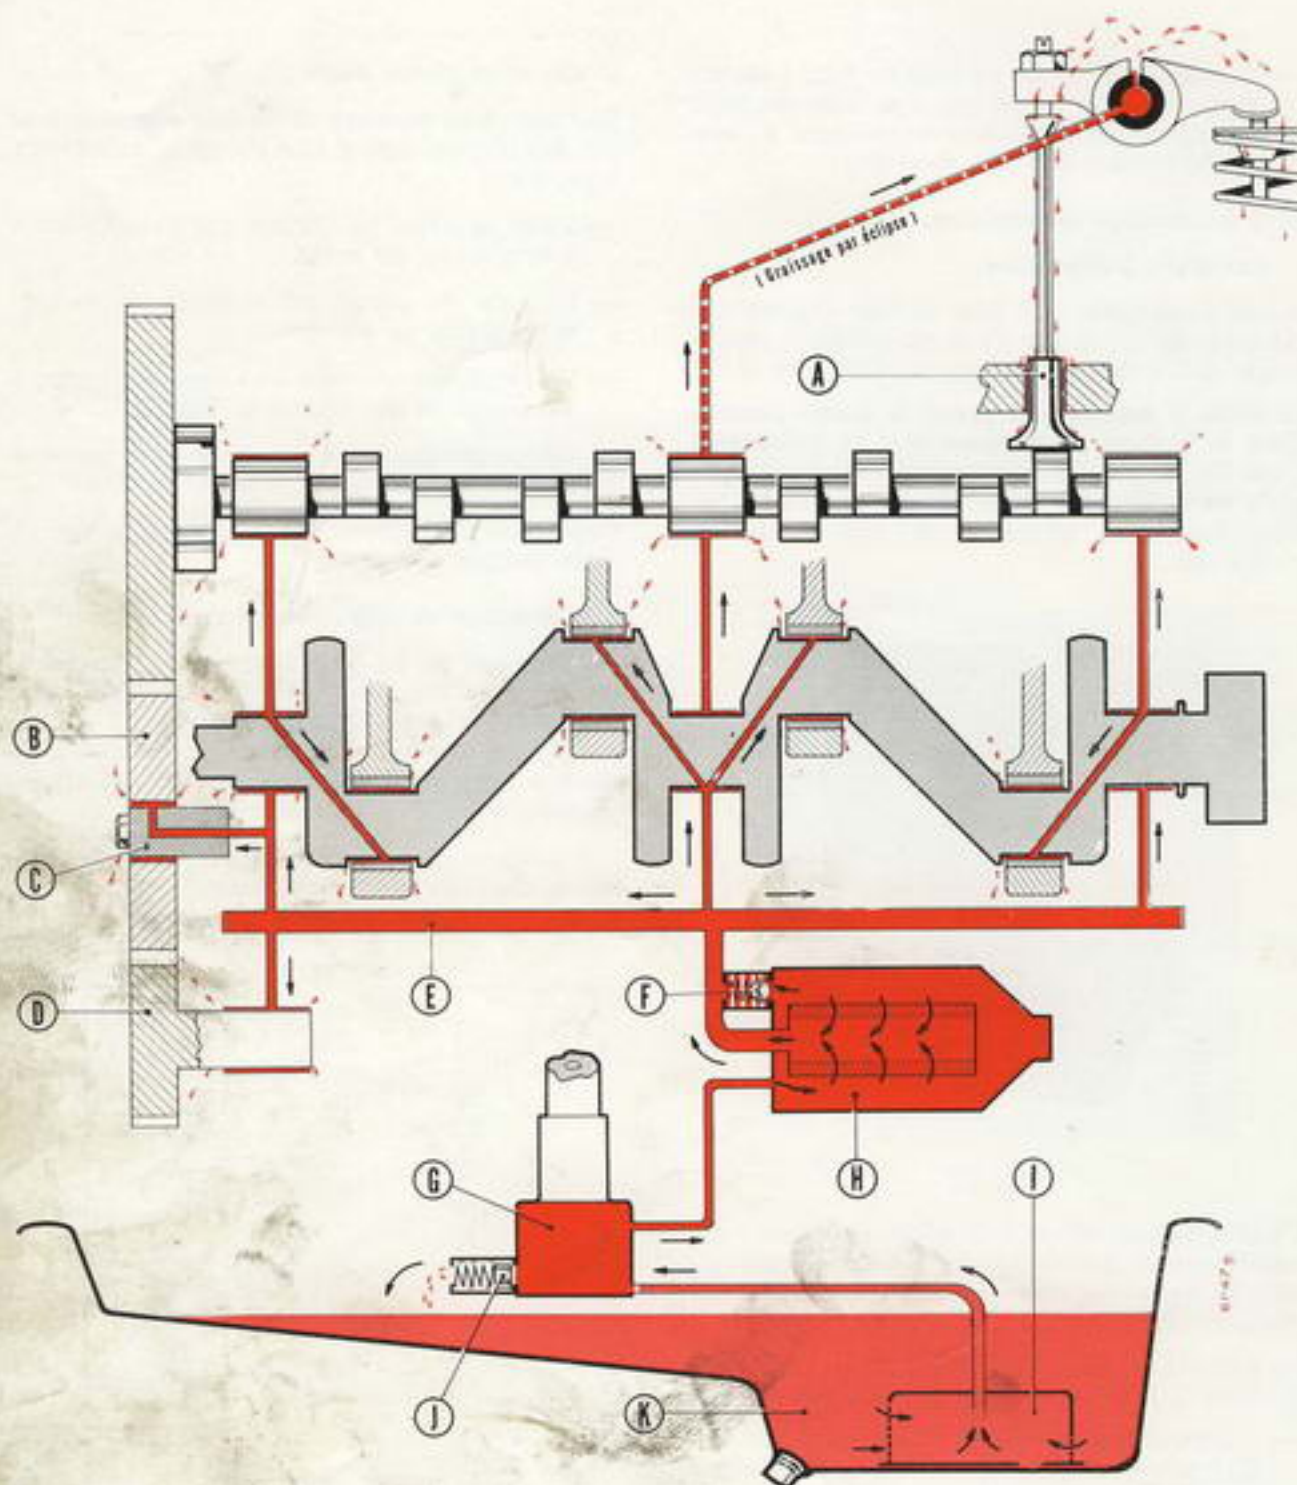

Fig. 34
C) LE CIRCUIT DE GRAISSAGE (fig. 34)